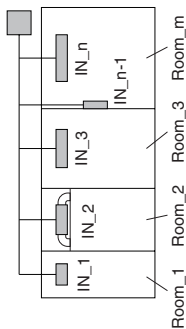

Fig. 1
2. Calculez la quantité maximale de charge de réfrigérant  $[m_{max}]$ . Lors du raccordement des tubes de réfrigérant et de l'installation de l'unité intérieure dans chaque pièce cloisonnée, il est nécessaire de calculer la quantité de charge de réfrigérant admissible dans chaque pièce. Pour toutes les unités intérieures illustrées dans la Fig. 1, calculez la quantité de charge de réfrigérant admissible qui peut être utilisée dans chaque pièce  $[m_{IN,1}, m_{IN,2}, \dots, m_{IN,n}]$ .